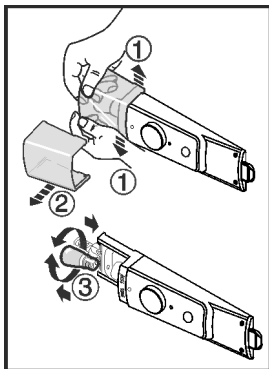

Fig. 10
- ▶ Натиснете навън капака на лампата в предната част отвътре съгласно фигурата Fig. 10 (1) и го изтеглете настрана Fig. 10 (2).
- ▶ Сменете лампата. Fig. 10 (3)